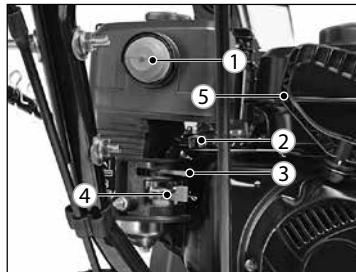

Рис. 13
- Переведите рычаг топливного крана 4 в положение «Открыто» (крайнее правое положение) (рис. 13).
3. Если двигатель холодный, переведите рычаг воздушной заслонки 3 в положение «Закрыто» (крайнее левое положение) или среднее положение при запуске прогретого двигателя (рис. 13).
4. Передвиньте рычаг регулировки оборотов двигателя 2 в среднее положение (рис. 13).
6. Если двигатель холодный, для заполнения карбюратора топливом нажмите три раза на кнопку праймера 1 (рис. 13).
7. При использовании ручного стартера крепко возьмитесь за рукоятку 5 и медленно потяните ее до появления ощутимого сопротивления. После чего энергично вытяните шнур на 50-80 см. Не бросайте рукоятку, плавно верните ее в исходное положение, позволив шнуру вернуться в барабан. Повторите действия, описанные в данном пункте 2-3 раза, до запуска двигателя (рис. 13).
13. После запуска двигателя дайте ему прогреться в течение 1-2 минут и переведите рычаг воздушной заслонки 3 в положение «Открыто» (крайнее правое положение) (рис. 13).
14. Когда частота вращения вала двигателя стабилизируется, переведите рычаг регулировки частоты 2 в положение (крайнее правое) (рис. 13).
2. Переведите рычаг регулировки частоты вращения вала двигателя 2 в положение (крайнее левое) (рис. 13).
5. Переведите рычаг топливного крана 4 в положение «Закрыто» (крайнее левое положение) (рис. 13).